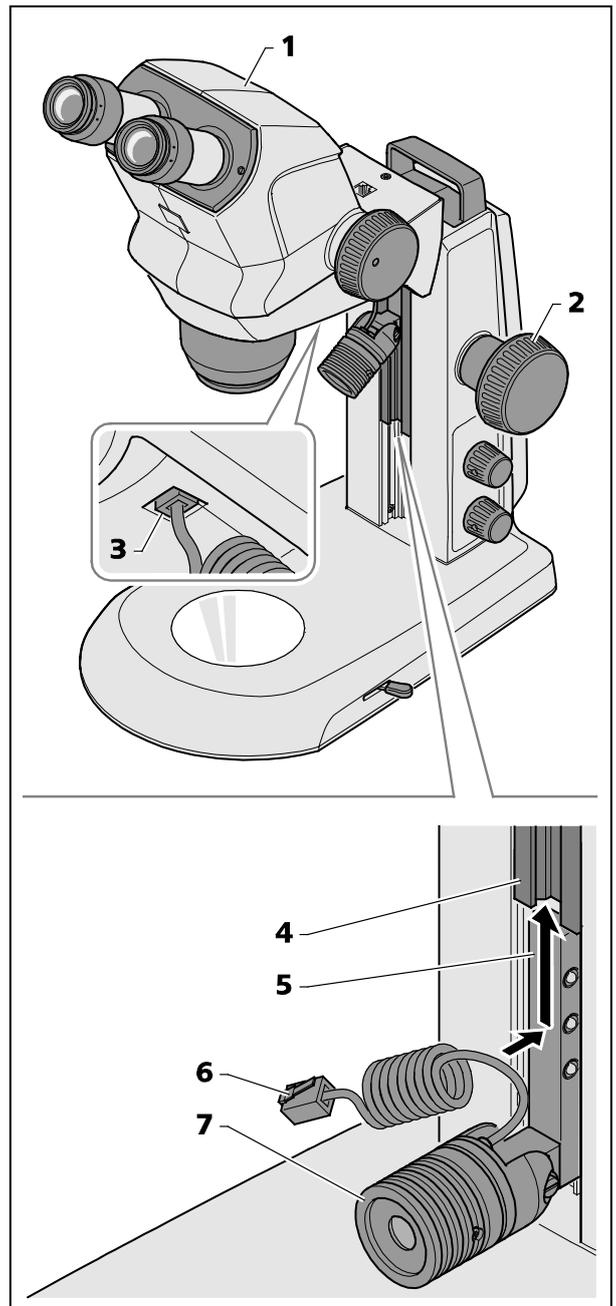

图 8 安装点光源
- 通过对焦钮(图 8/2)将显微镜主机(图 8/1)设定到最高位置。
- 将下面带把手(图 8/5)的点光源(图 8/7)插入镜臂的导渠(图 8/4)，并一直向上推到所需的位置。
- 将点光源连接电缆(图 8/6)插入 Stemi 托架(图 8/3)的下端插槽。